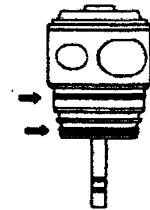

Рис. 8
- Убедитесь, что две прокладки (Рис. 8), находятся в нужном месте картриджа.